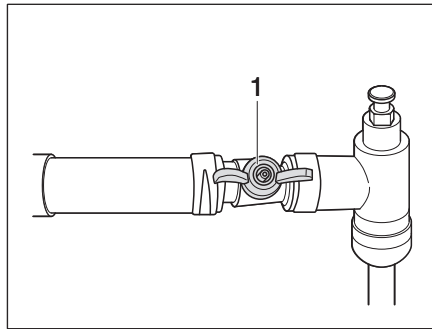

Fig. 299 Grifo de cierre Alde, abierto
*Cerrar el grifo de cierre:* ■ Poner el grifo de cierre (Fig. 299,1) en posición transversal con respecto a la tubería.
*Abrir el grifo de cierre:* ■ Poner el grifo de cierre (Fig. 299,1) en paralelo a la tubería.